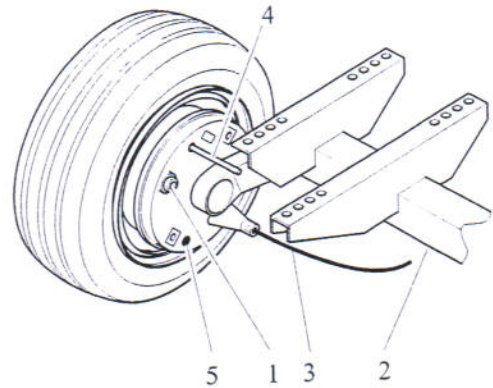

Fig. 5.5 Ajuste de las zapatas de freno
Levante y apoye el compresor. Asegúrese de que todos los frenos estén quitados, (freno de sobrevelocidad y palanca del freno de mano). Los cables de los frenos deben estar libres de tensión. Bloquee las levas pivotantes del freno de la rueda desde el exterior por medio de un pasador de  $\varnothing$  4 mm (4) a través del orificio que se muestra en la Fig. 5.5.